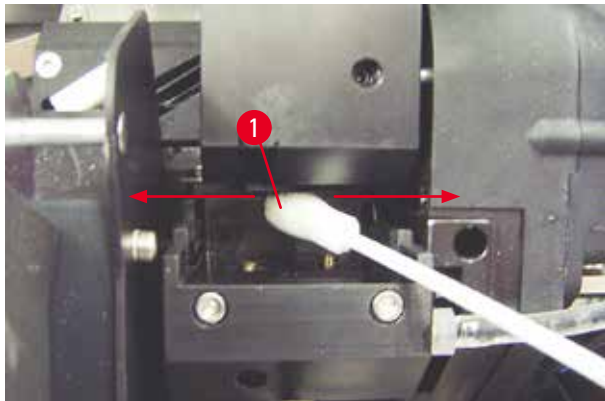

図 51
5. 綿棒を印字ヘッドの隙間に慎重に挿入します (→「図 51」)。軽く上方に (印字ヘッドに) 押し付けながら、綿棒を前後に動かします (約 10 回)。この手順で、乾燥したインク残留物を取り除きます。